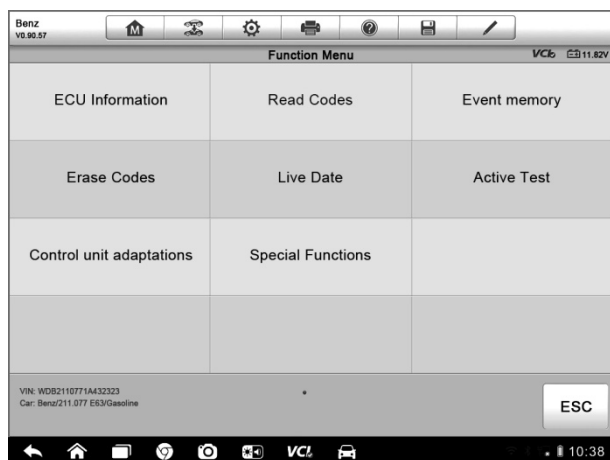

Abbildung 4-9 Beispiel eines Funktionsmenübildschirms
- Tippen Sie auf die  -Taste auf der rechten Seite des Systemelements, auf dem Sie weitere Diagnosen und andere Testaktivitäten durchführen möchten. Eine Funktion im Menü-Bildschirm (*Figure 4-9*) sollte daraufhin angezeigt werden.